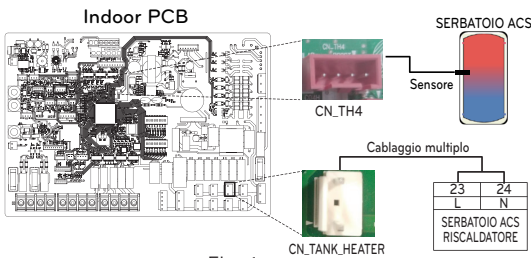

Fig. 1
Passo 5. Collegare l'alimentazione al kit serbatoio per ACS come mostrato nella fig. 1.